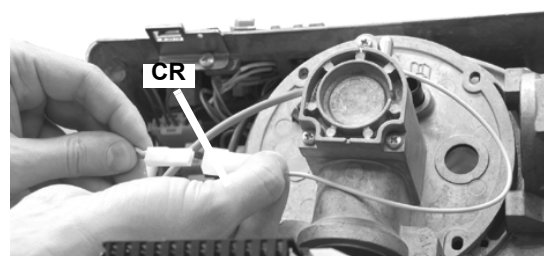

Fig. 51
- 4 Scollegare il connettore **CR** dal circuito stampato (Fig. 51).